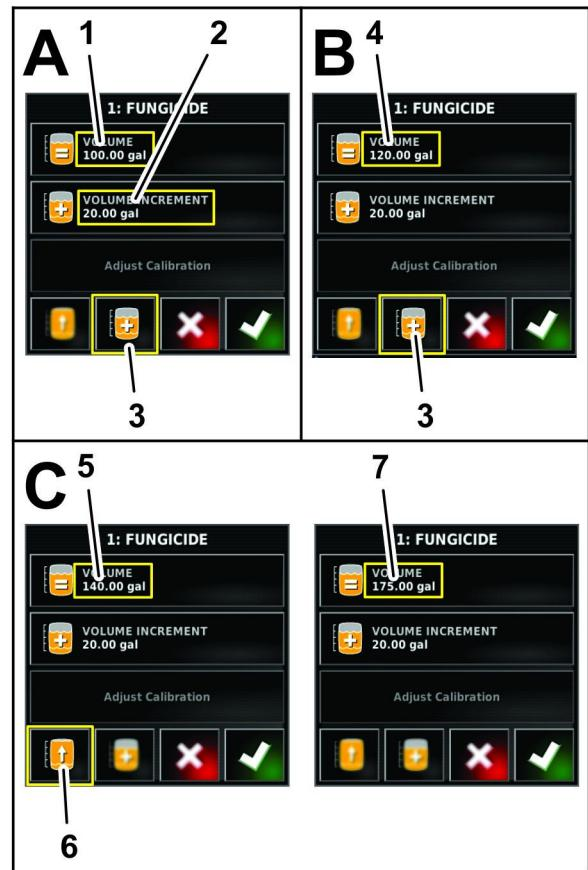

Bild 40
4. Wenn Sie weitere Chemikalien dem Wasser hinzufügen, tippen Sie auf das VOLUME INCREMENTS-Symbol (Bild 40).
5. Geben Sie auf der numerischen Bildschirmtastatur die Erhöhung des Produktvolumens ein (z. B. Chemikalien zu Wasser), das Sie dem Behälter hinzufügen und tippen Sie auf das Bestätigen-Symbol (Bild 40).
6. Wenn Sie weitere Chemikalien dem Wasser hinzufügen, füllen Sie das Produkt in den Behälter und tippen Sie auf das PRODUKTMENGE ERHÖHEN-Symbol (Bild 40).
- 7. Wenn Sie eine Kombination von Produkten mischen, wiederholen Sie Schritt 6 bei Bedarf (Bild 40).
**Hinweis:** Wenn Sie den Behälter ganz mit einem Produkt oder Wasser füllen, können Sie auf das FILL TANK TO CAPACITY-Symbol (Bild 40) tippen.